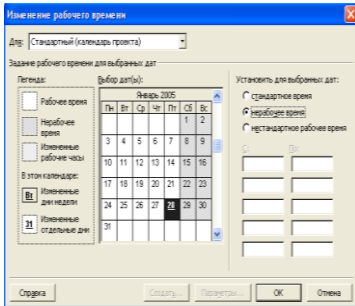

Рис. 87
8.7. У розділі *Set Selected dates to* (Установить для выбранных дат)/Nonworking time (нерабочее время)/Ок (рис. 87).
8.8. Переконайтесь, що календар проекту змінився (рис. 87).